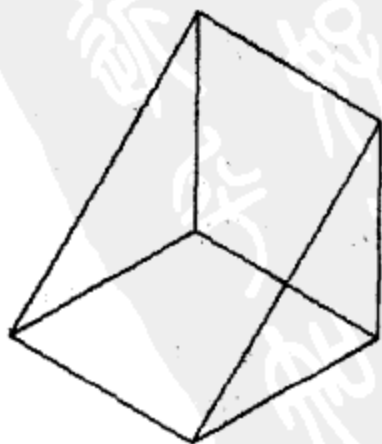

图 5-14 楔体
指定角点或[立方体 (C) /长度 (L)]: 60, 60, 40✓ 回车完成楔体创建，如图 5-14 所示。